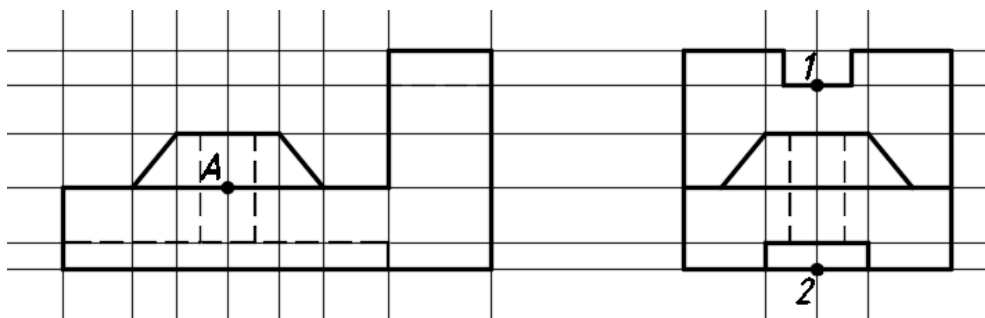

Рис. 4.8
11. Выполнить команду **ЗЕРКАЛО** (панель **Редактирование**) для формирования полного вида слева. После выбора объектов для зеркального отражения указать две точки (1) и (2) на оси отражения (рис. 4.8).
12. Коническую бобышку и контур внутреннего цилиндрического отверстия для вида слева скопировать с главного вида командой **КОПИРОВАТЬ** (точка *A* – базовая точка) (рис. 4.8).